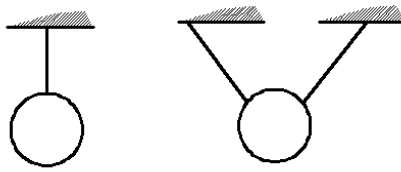

Рис. 3
- Если связями являются нити, цепи, тросы, то реакции направлены по связи в направлении от тела (рис. 3).